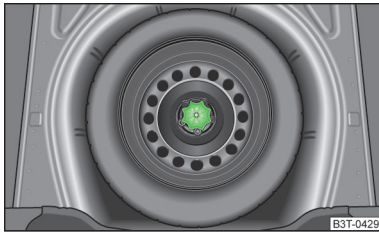

Fig. 136
Roata de rezervă resp. de urgență este situată într-un locaș aflat sub podeaua portbagajului și este fixată cu o piuliță specială » fig. 136.
- Deșurubați piulița » fig. 136 rotind în sens antiorar.
- Înșurubați piulița » fig. 136, rotind în sens orar, până când roata este bine fixată.